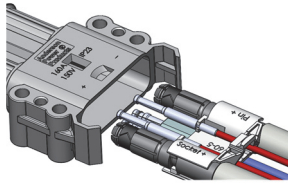

Abbildung 7
8. Den vollständig zusammengebauten Kontaktthalter im Buchsengehäuse montieren (Abbildung 7):